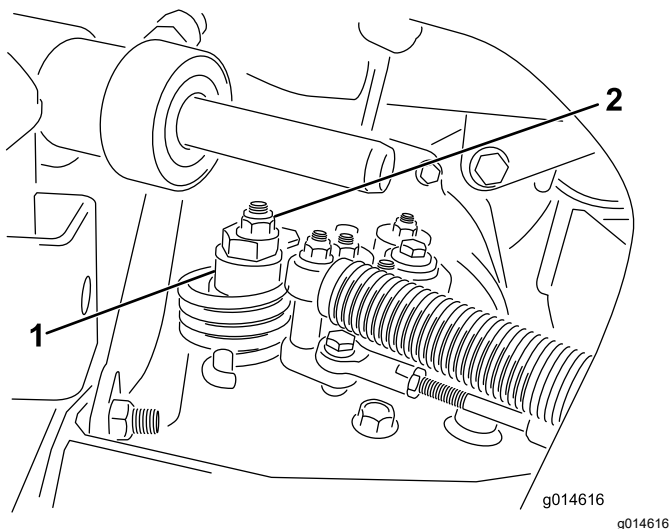

図 39
- A. 偏芯ナットをไฮドロスタット上部に止めているナットをゆるめる 図 39。
- C. どちらにも車輪が回らないように偏芯ナットを回して調整する。調整ができれば固定ナットを締める 図 39。スロットル低速 および高速位置で調整が正しいことを確認する。